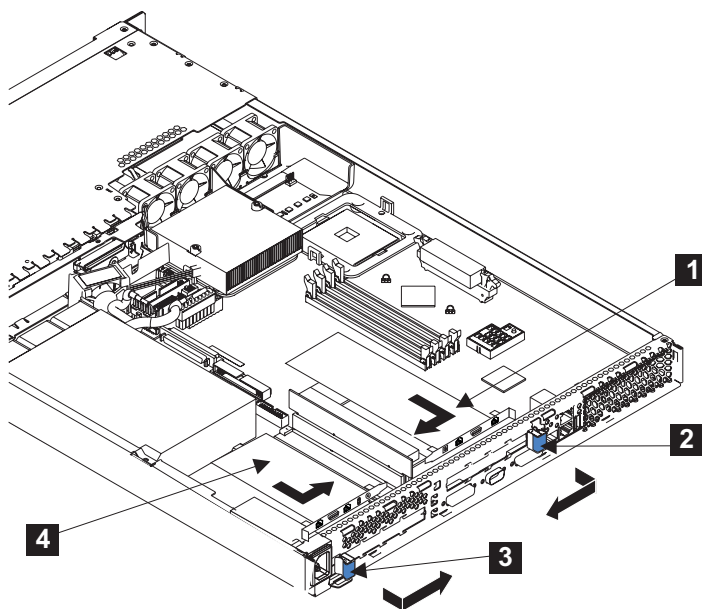

図 96. アダプターをインストールした SAN ボリューム・コントローラー 2145-4F2
3. 拡張スロット・クリップ (304 ページの図 96 の **2** または **3**) をアダプター